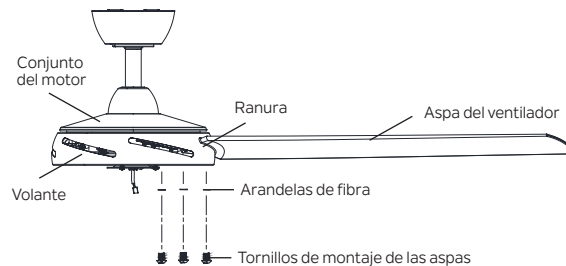

Figura 15
Paso 1. Inserte el aspa del ventilador a través de una ranura en el volante. **(Figura 15)**
Paso 2. Repita para las aspas restantes. **(Figura 15)**